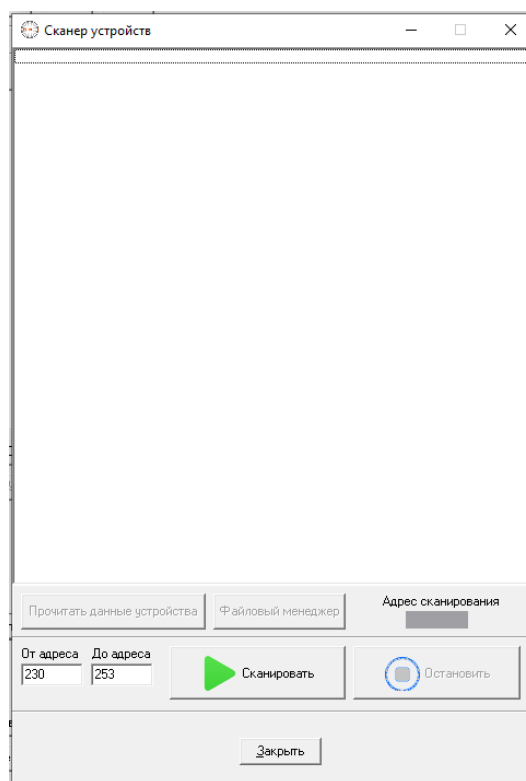

Рис.1.7
1.6 Если не известны адреса СДС-БС-16 включенные в сеть СДС объекта выполнить сканирование сети СДС используя встроенную в Конфигуратор функцию «Инструменты/Сканер устройств» рис.1.7.